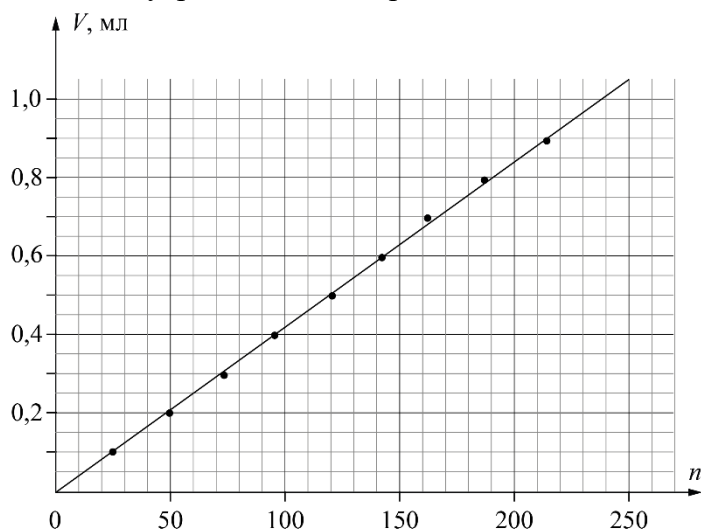

Рис.1
1. Определяем объём V_k одной капельки, отрывающейся от иглки шприца. Для этого набираем полный шприц воды и, удерживая его в вертикальном положении, медленно выдавливаем воду в стакан. Производим подсчёт числа N вытекающих капелек, а по шкале шприца определяем объём вытекающей воды V_B . Ниже представлена таблица 1 зависимости $N(V_B)$. Объём одной капельки V_k находим как угловой коэффициент линейной функции $V_B = V_k N$, график которой представлен на рис. 1. В результате получаем $V_k = 4,2 \cdot 10^{-3}$ мл. Этот объём зависит от внутреннего диаметра иглы и свойств жидкости.